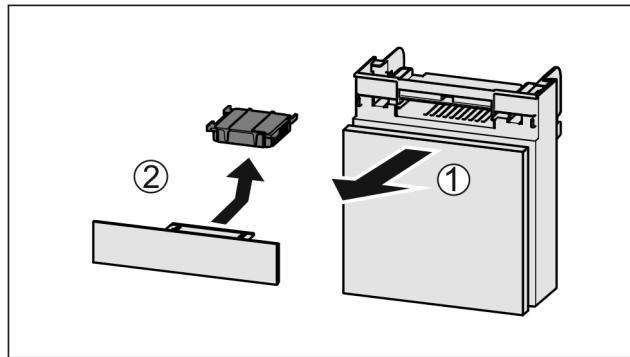

Fig. 151
- ▶ 向前拉出 Fig. 151 (1) 抽屉。
- ▶ 取出 Fig. 151 (2) 活性炭过滤器。